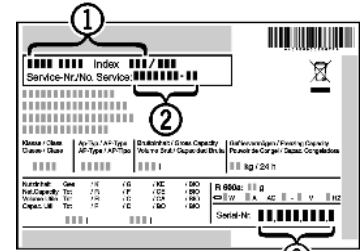

Fig. 39
- ▶ Считать обозначение устройства Fig. 39 (1), сервисный номер Fig. 39 (2) и серийный номер Fig. 39 (3) с заводской таблички. Заводская табличка находится внутри устройства слева.